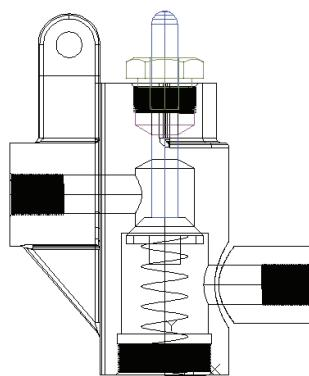

图 11-173 差集后的弹簧（一）
8) 差集处理：单击“实体编辑”工具栏中的“差集”按钮 $\ominus$ ，将弹簧实体与上一步创建的圆柱实体进行差集处理。如图 11-173 所示。